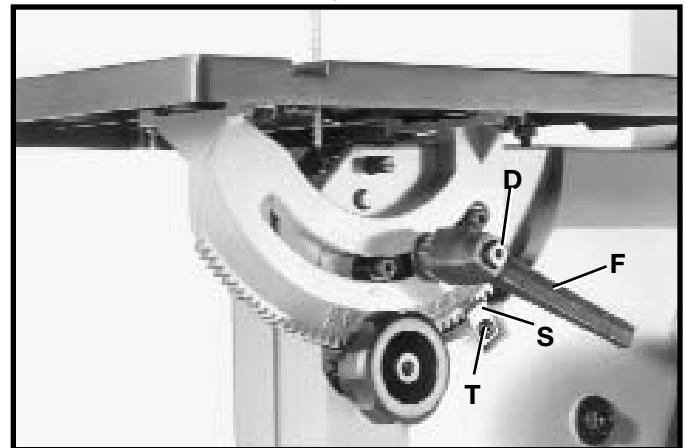

Fig. 11
8. Afiance el indicador (S) Fig. 11 al dorso de la sierra de cinta utilizando el tornillo M5x.8x10mm (T).
9. Utilizando la llave de casquillo hexagonal de 4 mm suministrada, vuelva a ensamblar la agarradera de cierre de la mesa (F) Fig. 11 en el gorrón y reponga el tornillo y resorte (D). **AVISO:** La agarradera (F) está cargada con resorte y puede reposicionarse sobre el gorrón tirando de la agarradera y reposicionándola sobre la tuerca.